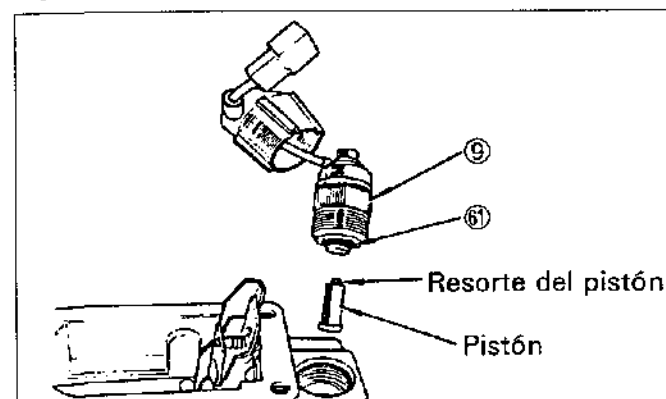

Figura.14-40 Instalación del solenoide de corte de combustible
Ponga el solenoide de corte junto con el resorte en el solenoide ⑨. Con un nuevo anillo "O" ⑥1, enrosque el solenoide en la cabeza de distribución y apriete al valor especificado (2,0 - 2,5 kg-m). (Vea la figura.14-40)